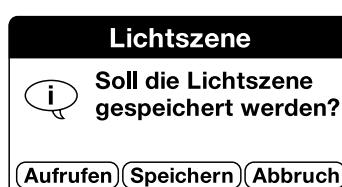

Bild 6: Meldung zum Speichern von Lichtzonen
– Einstellung "Ja": Wird das Steuerungselement kürzer als 1 Sekunde betätigt und "losgelassen", wird ein Lichtszenenabruftelegramm auf den Instabus übertragen. Erfolgt das 'Loslassen' nach 1 Sekunde, erscheint in der Anwendungssoftware am Endgerät die Meldung "Soll die Lichtszene '[Lichtszene]' gespeichert werden?" (vgl. Bild 6). Dabei erscheint an der Stelle '[Lichtszene]' der im ETS-PlugIn festgelegte Name.